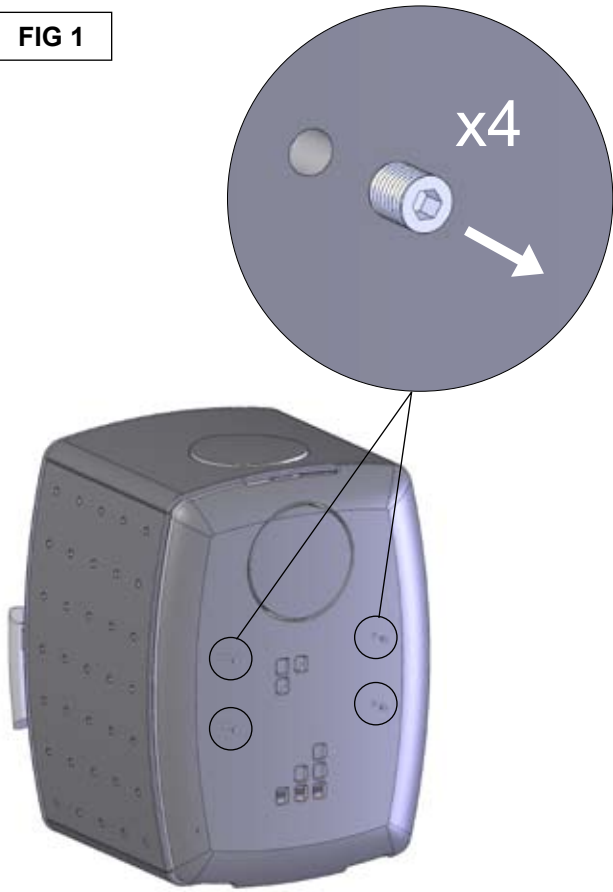

FIG 2
Bruk pallen ovnen blir levert på, pluss pappen rundt som underlag når ovnen legges ned. Thermotten kan fjernes (FIG 2 i brukerveiledningen for Smarty) for å gjøre ovnen lettere. Hvis Thermotten ikke fjernes må transportisolasjonen sitte på plass før ovnen legges ned, slik at Thermotteplatene ikke faller ned og knekker.
- FIG 2: Legg ovnen med fronten ned og skru fast braketten med 16 mm skruer. Husk skiver mellom ovn og brakett. Du kan selv justere høyden ved å bore nye hull i rørene. **Ovnen må ikke plasseres nærmere gulvet enn 30 cm.**
Bruk pallen ovnen leveres på, samt pappet som underlag når ovnen lægges ned. Thermotten kan fjernes (FIG 2) for at gøre ovnen lettere. Hvis Thermotten ikke fjernes skal transportisolationen sidde på plads før ovnen lægges ned, så Thermotteplatene ikke falder ned og knækker. **Ovnen skal løftes op fra liggende stilling. Ikke tippes da dette skader railsen.**
- FIG 2: Læg ovnen med fronten ned og skru beslaget fast med 16 mm skruer. Husk skiver mellem ovn og beslag. Du kan selv justere højden ved at bore nye hul i rørene. **Ovnen må ikke placeres nærmere gulvet en 30 cm.**
When laying down the stove, use the pallet and the cardboard it was delivered with as a protective base. In order to make the stove lighter, the Thermotte® plates can be removed (FIG 2 in the main assembly instructions). In case the Thermotte® plates are not removed, the protective transportation insulation must not be removed, to ensure that the plates do not fall down and break.
- FIG 2: Put the stove face down and fasten the brackets with 16 mm screws. Remember plates between the stove and the brackets. You can adjust the height by drilling new holes in the rails. **The stove must not be placed closer to the floor than 30 cm.**
Afin d'alléger le poêle, les plaques de Thermotte® peuvent être enlevées (FIG 2 dans les instructions d'assemblage principales). Dans le cas où les plaques de Thermotte® ne seraient pas enlevées, assurez-vous que le matériel d'emballage pour protéger pendant le transport est mis à l'intérieur du poêle avant de le manipuler, de sorte que les plaques de Thermotte® ne tombent pas et ne se cassent pas. **Ne pas incliner! les jambes peuvent être endommagées.**
- FIG 2: Maintenez le poêle face vitre vers vous et attachez les fixations avec des vis de 16 millimètres. N'oubliez pas les rondelles entre le poêle et les fixations. vous pouvez percer des trous dans les rails afin de personnaliser la hauteur
Mettere la stufa di lato con precauzione, usare il pallet ed il cartone con cui è stata consegnata come base protettiva. Per alleggerire la stufa si possono smontare le piastre di Thermotte® (FIG 2 nelle istruzioni principali). Nel caso in cui le piastre di Thermotte® non siano rimosse, la protezione per il trasporto non deve essere tolta, altrimenti le lastre di Thermotte® possono cadere e rompersi.
- FIG 2: Appoggiare la stufa sul lato frontale e fissare le staffe con le viti da 16 millimetri. Ricordarsi di inserire le rondelle fra la stufa e le staffe. È possibile regolare l'altezza facendo nuovi fori nelle barre. **La stufa non deve essere a meno di 30 cm dal pavimento.**
Beim Legen des Ofens auf den Boden verwenden Sie als Schutz die Pappdeckelverpackung, in welcher der Ofen geliefert wurde. Um den Ofen leichter zu machen, entnehmen Sie die Thermotte®platten. (FIG 2 in der großen Smarty-Montageanleitung) Falls Sie die Thermotte®platten nicht entfernen, darf ihr Transportschutz nicht entfernt werden, damit die Platten nicht herunterfallen und brechen!
- FIG 2: Legen Sie den Ofen mit dem Glas nach unten auf eine dafür geeignete Unterlage und befestigen Sie die Ofenhalterung mit 8 mm Schrauben. Verwenden Sie die Unterlegscheiben zwischen Ofen und Ofenhalterung.